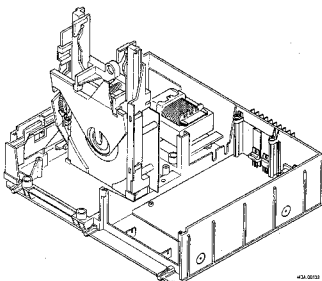

Fig. 3
SERVICEARBEITEN AM "SERVO + PREAMPL." PRINT (siehe Bild 3)
- Die Zusammenstellung mit Lademechanismus / CDM / "Servo + pre-ampl." Print lässt sich nun aus dem Rahmen herausnehmen und ist in den dafür vorgesehenen Servicestützen in dem Rahmen (siehe Bild 3) senkrecht anzuordnen.